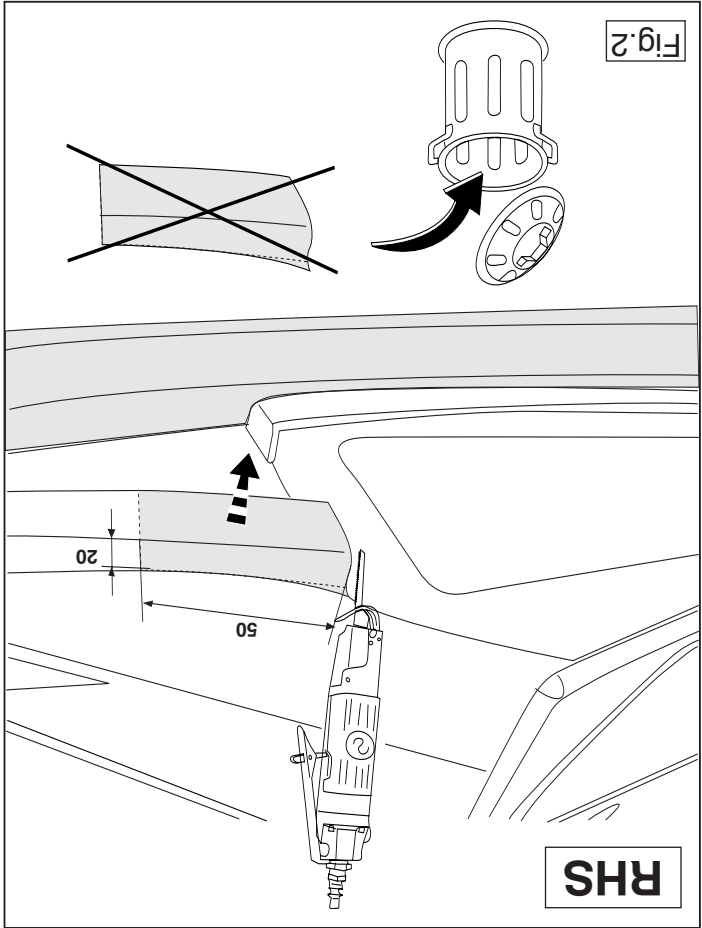

Fig. 2
5. Nach Fig. 2 die angegebenen Teilstück aus der Stoßstangeninnen- verkleidung heraussägen.
5. Scier le partie de la garniture du pare-chocs comme indiqué sur les fig. 2.
5. Såga de markerade del ur stötfångaren innanmätet. Se fig. 2.
5. Sav ifølge fig. 2 de markerede del ud af kofangerinderstykket.
- Serrar los parte indicadas en las fig. 2 el armazón interior del para-choques.
- Segare via dal l'anima del paraurti le parti indicate nelle fig. 2.